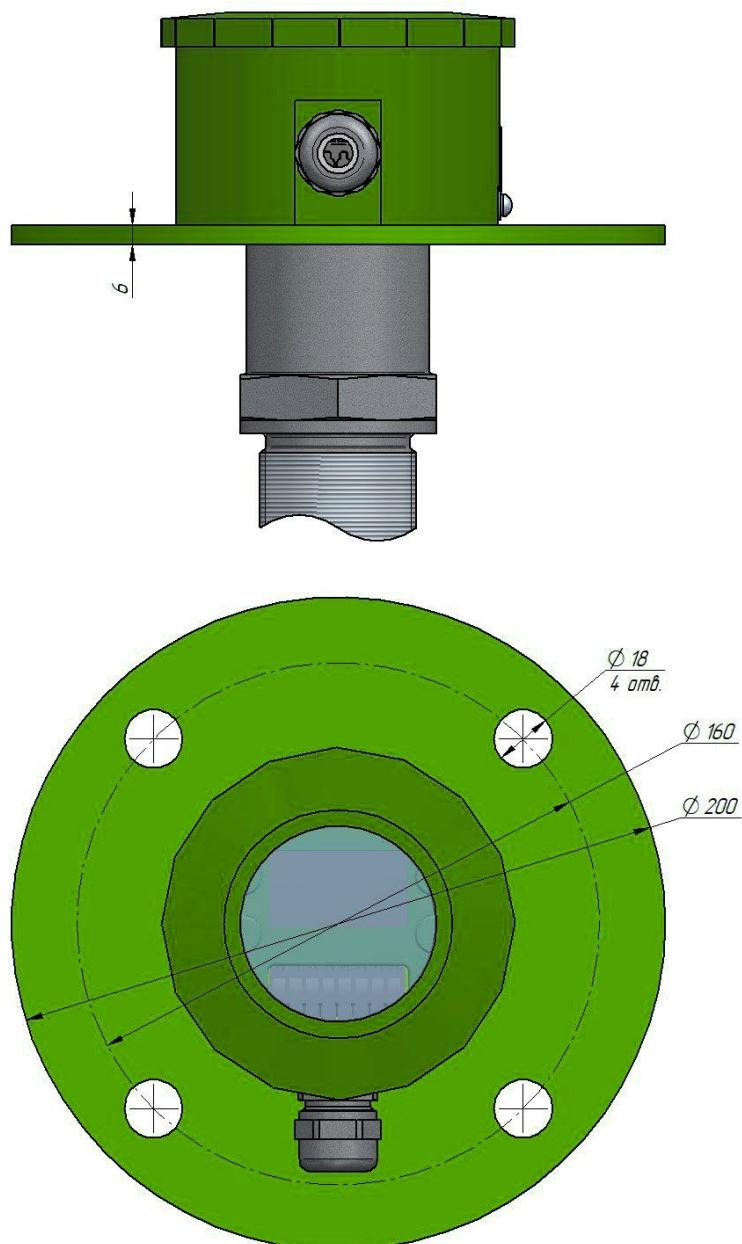

Рис. 3 – фланцевое крепление датчика ДНЕ
2.1.5 В качестве дополнительной опции, возможен заказ датчика ДНЕ с фланцевым креплением (рис.3). Не рекомендуется использовать ДНЕ с фланцевым креплением в случае избыточного давления в ёмкости. Фланец не входит в комплект поставки датчика и заказывается отдельно.